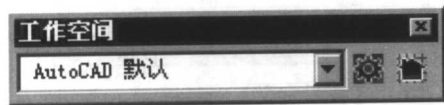
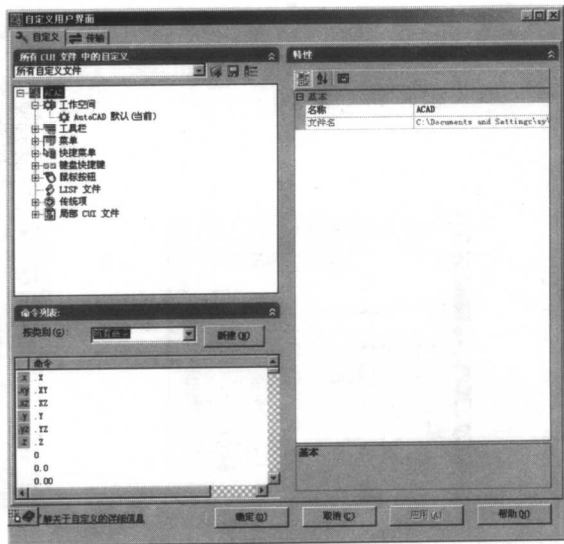

图 1-2 工作空间
图 1-3 自定义用户界面
(1) 工作空间就是菜单、工具栏和可固定窗口(例如【特性】选项板、DesignCenter 和工具选项板窗口等)的集合,它们的组织方式使用户可以在一个自定义的、面向任务的绘图环境中工作。使用工作空间时,菜单、工具栏和可固定窗口中只显示与工作空间相关的选项,如图 1-2 和图 1-3 所示。